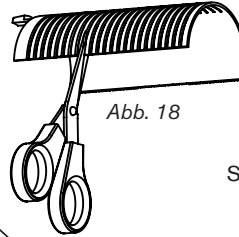

Abb. 18
- Schneiden Sie den Einsatz vorsichtig entlang dieser Kerbe mit einer Schere ab (Abb. 18)